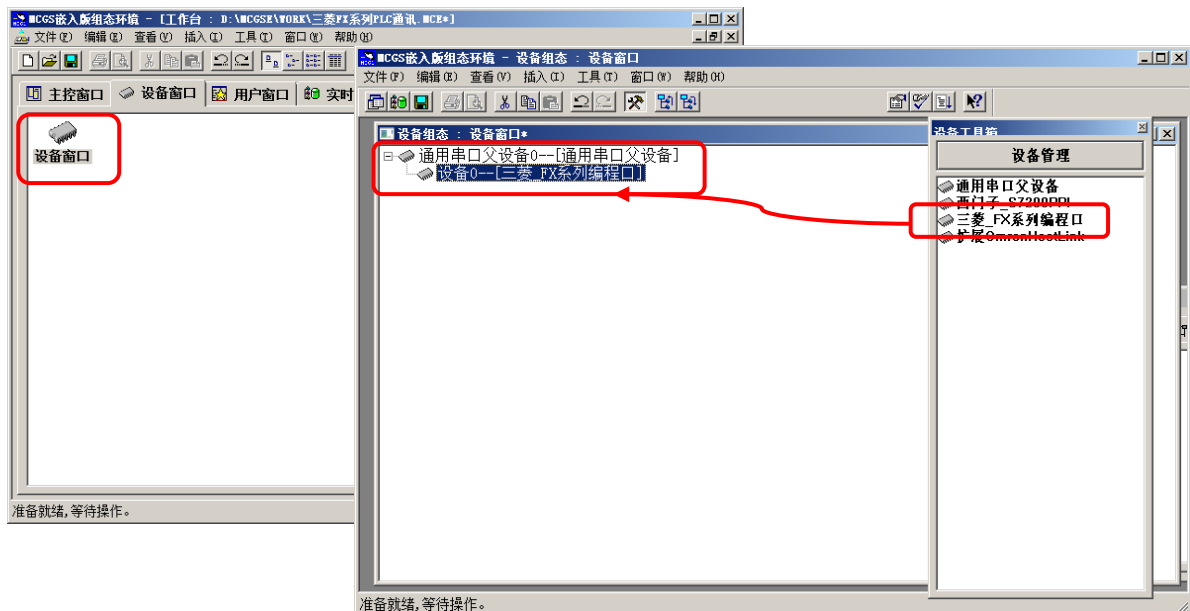

图 4.2.2
■ 在工作台中激活设备窗口，鼠标双击  进入设备组态画面，点击工具条中的  打开“设备工具箱”，如图4.2.2。
■ 在设备工具箱中，鼠标按顺序先后双击“通用串口父设备”和“三菱FX系列编程口”添加至设备组态画面，如图4.2.2所示。